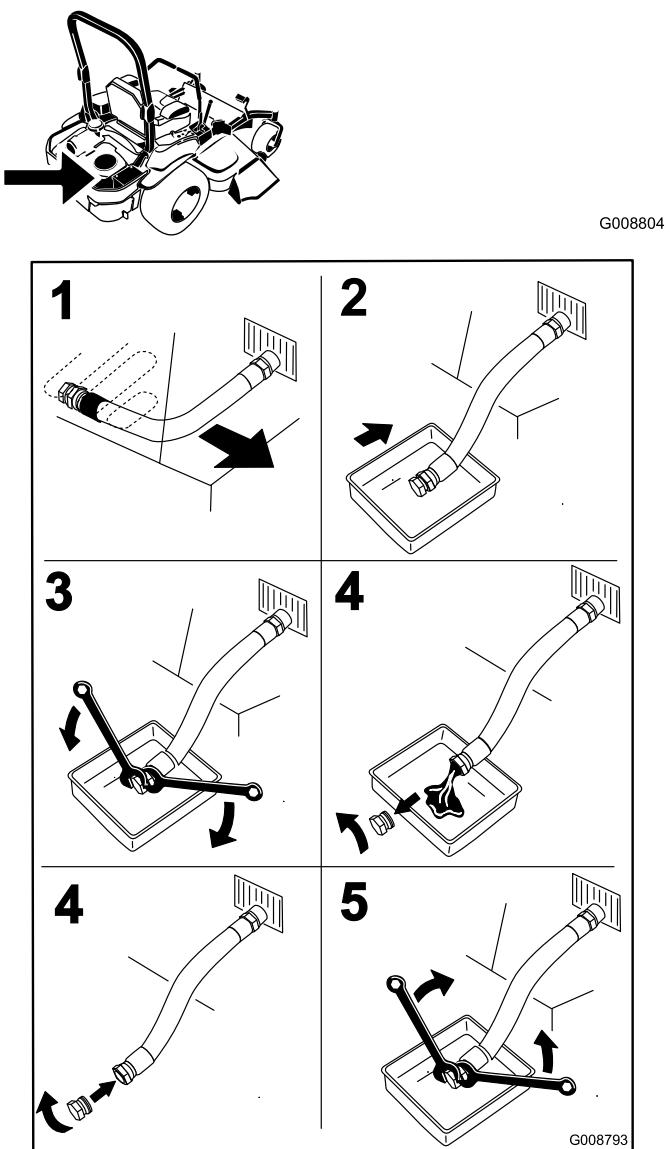

Figura 50
4. Prima di scendere dal posto di guida dell'operatore, spegnete il motore, togliete la chiave di accensione e attendete che si fermino tutte le parti in movimento (Figura 50).